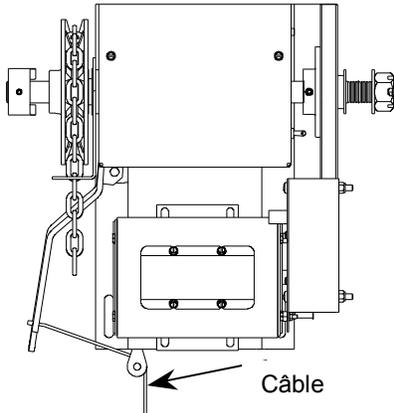
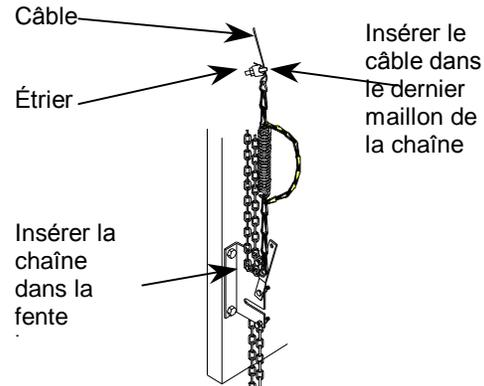

Figure 7 Installation du câble sur l'ouvre-porte MSJ
Figure 8 Levier sectionneur pour l'ouvre-porte MSJ
- Passez la chaîne à main à travers le palan à chaîne dans le cadre, laissez les deux extrémités pendre vers le sol et coupez la chaîne à main, si nécessaire, de façon que les deux extrémités soient à environ 0,6 m (2 pi) du plancher. Connectez les deux extrémités de la chaîne à main. Attachez le câble au levier d'engagement du palan de chaîne (Figure 7), puis passez-le à travers le trou conique du cadre. Laissez le câble pendre vers le sol et coupez-le, si nécessaire, de façon que l'extrémité du câble soit à environ 1,2 m (4 pi) du plancher. Connectez l'extrémité du câble au levier du sectionneur et fixez-le à l'étrier (Figure 8). Montez au mur le levier du sectionneur du niveau du plancher de façon que le câble soit légèrement lâche lorsque le levier est dans la position engagée (vers le haut).
NOTA : Le sectionneur au niveau du plancher peut servir comme gâche de chaîne. Tirez vers le bas sur le levier du sectionneur et insérez la chaîne dans la fente supérieure, comme c'est montré à la Figure 8 ci-dessous.